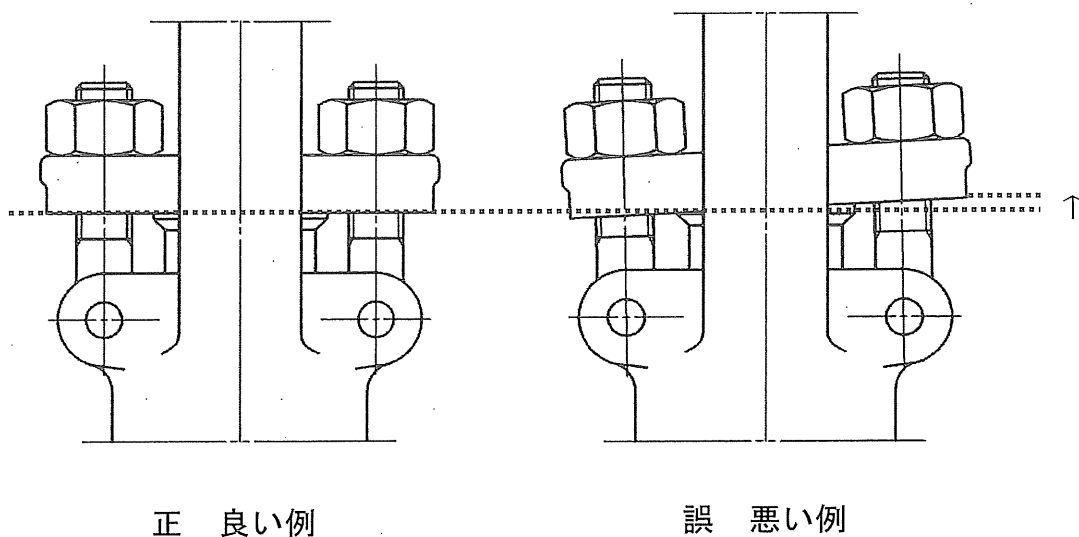

図 7.3 グランドボルトナットの締め付け調整例
- ③ 弁棒ねじ部にはグリースを塗ることによって焼き付きやかじりを防止することができます。
- ④ グランドパッキンを挿入する場合は、グランドパッキンの切り口が重ならないように、1リングずつ挿入し、且つ1リングずつ毎に適当な締付力を与えてください。
- ⑤ 図 7.3に示すとおり、グランドボルトナットを締めながらハンドルの廻り具合をみてグランドを片締めしないように交互に平均した力で調整してください。